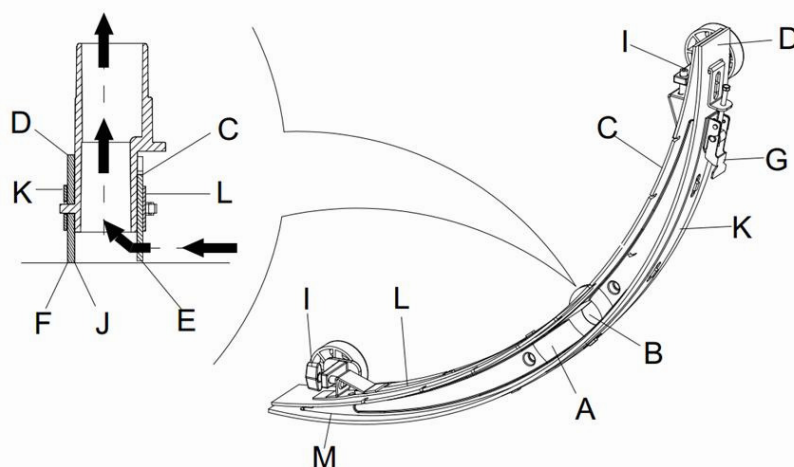

Figure 15
2. Appuyez sur l'interrupteur d'alimentation (41) sur la position "O" pour éteindre la machine.
3. Dévissez les molettes (16) de la raclette, débranchez le flexible d'aspiration de la raclette puis retirez la raclette.
4. Utilisez la poignée de levage de la raclette (14) pour soulever le cadre de support de la raclette.
5. Nettoyez la raclette (**Figure 15**). Nettoyez en particulier la rainure (**A, Figure 15**) ainsi que les saletés et les fragments dans le tube d'aspiration. Vérifiez si la bavette avant (C) et la bavette arrière (D) de la raclette sont intactes et s'il n'y a pas de bords usés ou déchirés. Remplacez-les si nécessaire (voir les étapes dans la partie suivante).
1. Suivez les méthodes indiquées dans la section précédente pour nettoyer la raclette (**Figure 15**)
2. Vérifiez le bord (**E**, **Figure 15**) de la bavette avant de la raclette et le bord (**F**) de la bavette arrière (**D**) de la raclette. Sur toute la longueur, ils doivent au même niveau. Dans le cas contraire, réglez leurs hauteurs grâce à la procédure suivante.